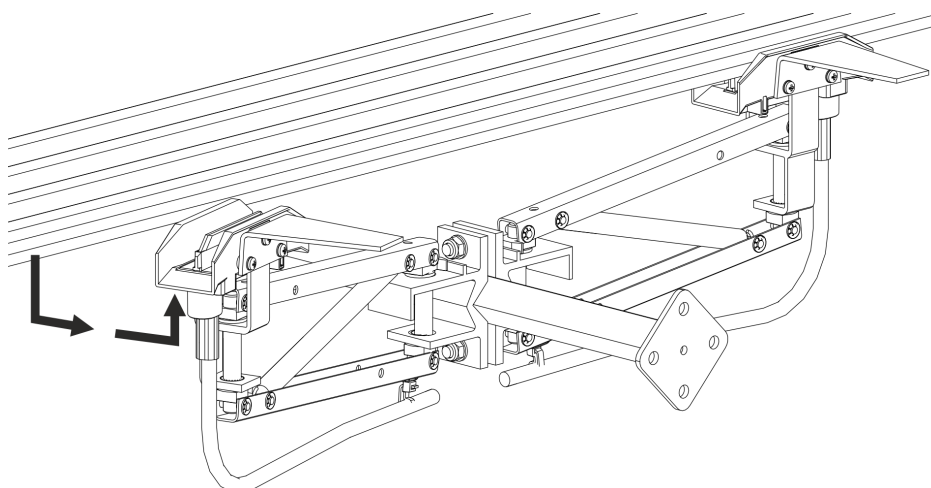

Abb. 126: Stromabnehmer aus der Schleifleitung nehmen
- Den Stromabnehmer im gefederten Zustand nach unten ziehen und seitlich herausdrehen, um den Stromabnehmer aus der Schleifleitung nehmen zu können (siehe Abb. 126). Bei mehr als drei Polen muss ggf. der Stromabnehmer vom Mitnehmer demontiert werden.